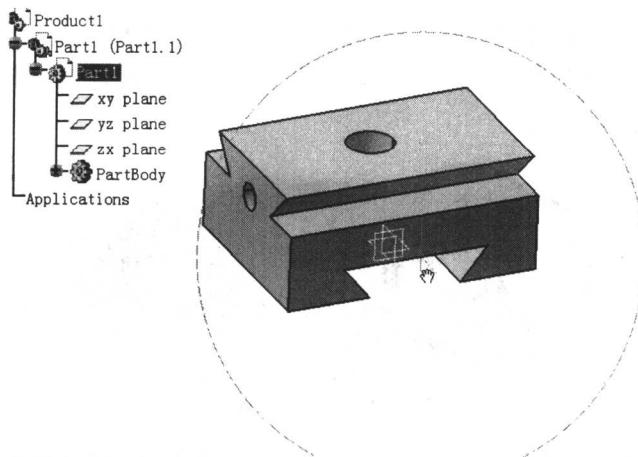

图 1-5 旋转对象
(3) 中键+左键(右键) 在屏幕上的任何地方同时按住鼠标中键和左键(或右键)不放并移动鼠标，则物体会随着鼠标的移动而旋转；同样按住中键不放，接着单击一下左键(或右键)并上下移动鼠标，则物体会随着鼠标上移而被放大，下移缩小。图 1-5 所示为旋转对象。